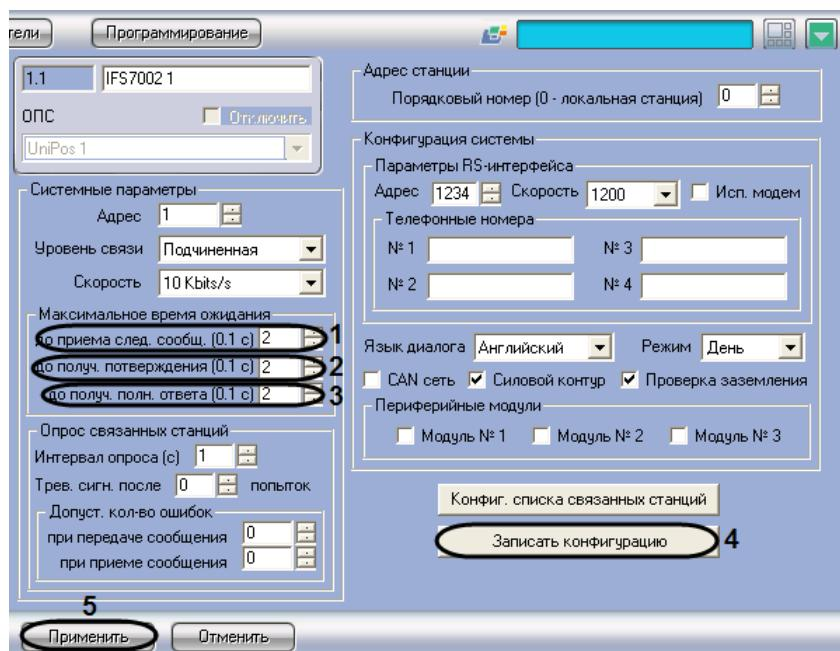

Рис. 3.3-8 Задание максимального времени ожидания сообщений
1. Перейти на панель настройки объекта **IFS7002** (Рис. 3.3-8).
2. В поле со списком **до приема след. сообщ. (0.1 с)** ввести максимальное время ожидания станцией следующей части сообщения от компонента системы (см. Рис. 3.3-8, **1**).
3. В поле со списком **до получ. подтверждения (0.1 с)** ввести максимальное время ожидания станцией подтверждения, что компонент системы получил от станции сообщение (см. Рис. 3.3-8, **2**).
4. В поле со списком **до получ. полн. ответа (0.1 с)** ввести максимальное время ожидания станцией ответа компонента системы на сообщение станции (см. Рис. 3.3-8, 3).
5. Для применения настроек на станции нажать кнопку **Записать конфигурацию** (см. Рис. 3.3-8, 4).
6. Для сохранения настроек во внутренней базе данных ПК *Интеллект* нажать кнопку **Применить** (см. Рис. 3.3-8, 5).